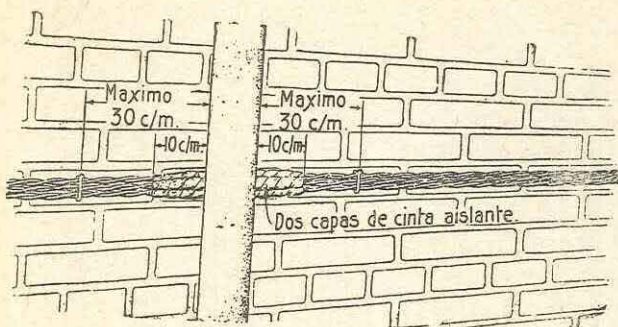

Fig. 12
- 19.—*Los cables de acometida que crucen tubos u objetos metálicos, se colocarán entre el obstáculo y la pared cuando puedan quedar a 3 centímetros, como mínimo del obstáculo. Si no puede obtenerse esta separación, se protegerán los cables con cinta aislante, sobrepasando 10 centímetros ambos lados del tubo. Cuando los cables pasen sobre el obstáculo, se puede emplear una abrazadera y anilla para cable de acometida o dos capas de cinta aislante, cuando no se pueda emplear la abrazadera (fig. 12).*